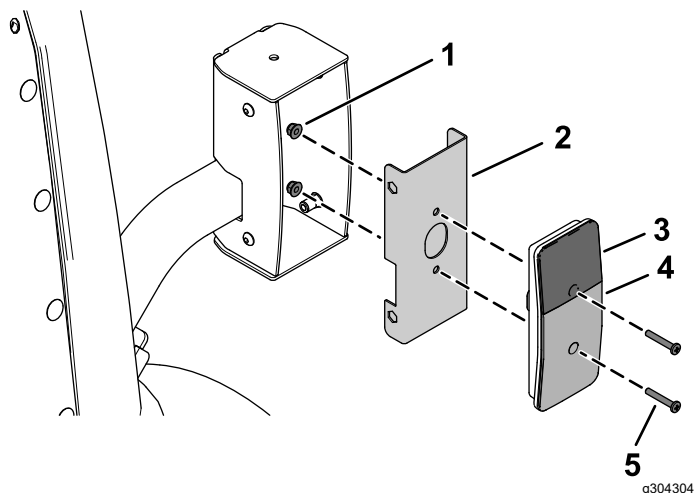
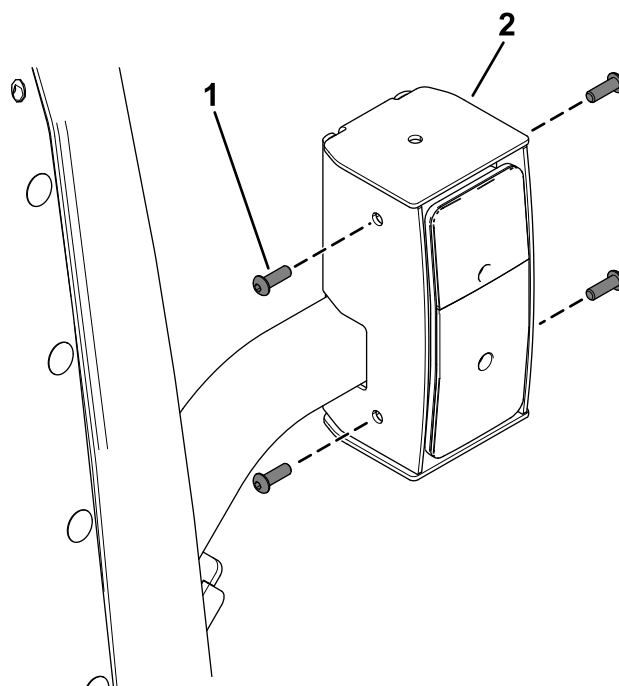

Figura 30
Figura 31
6. Fije las luces traseras a los conjuntos de soporte interiores con 4 pernos de cabeza plana (N.º 10 x 1¼") y 4 tuercas con arandela prensada (N.º 10), como se muestra en la Figura 30.
9. Fije las luces traseras montadas a las carcasas de las luces traseras con 8 pernos de cabeza de botón (¼" x ¾"), tal y como se muestra en la Figura 31.
Asegúrese de que instala las luces traseras con la lente amarilla en la parte superior (Figura 30 y Figura 31).